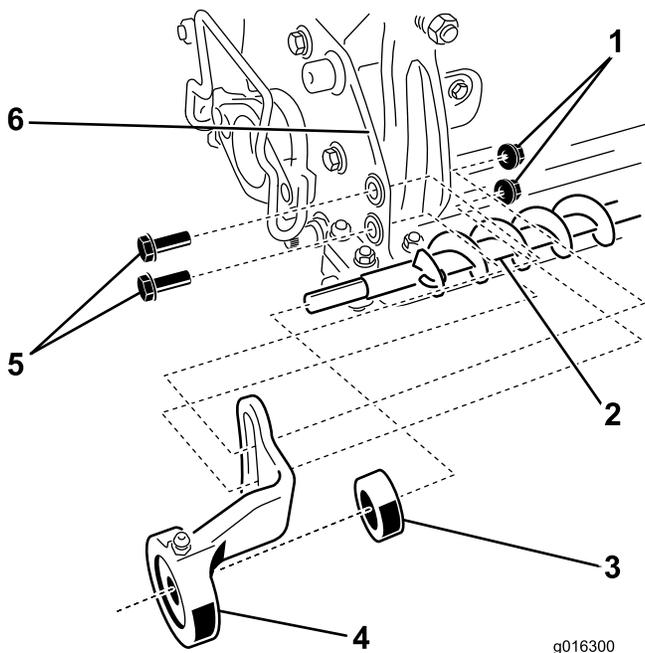

Figura 17
- B. No terminal livre do eixo das escovas, empurre o outro anel de fixação até ao olhal, seguido do suporte da escova esquerda; consulte a Figura 17.
C. Fixe o suporte da escova esquerda no interior da placa lateral da unidade de corte com dois parafusos com rosca de bloqueio (5/16 x 1 pol.) e duas porcas flangeadas (5/16 pol.), como se mostra na Figura 17.